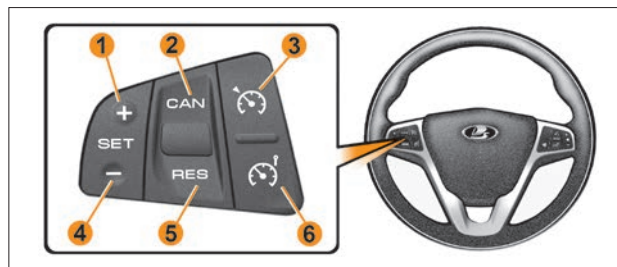

Рис. 1. Блок управления «Крузи-контроль» и «Ограничитель скорости»
- выключатель «» – включение/выключение крузи-контроля (рис. 1, поз. 3);
- выключатель «» – включение/выключение ограничителя скорости (рис. 1, поз. 6);
- выключатель «**SET+ / SET-**» – установка и увеличение скорости 1 и 4 (рис. 1);